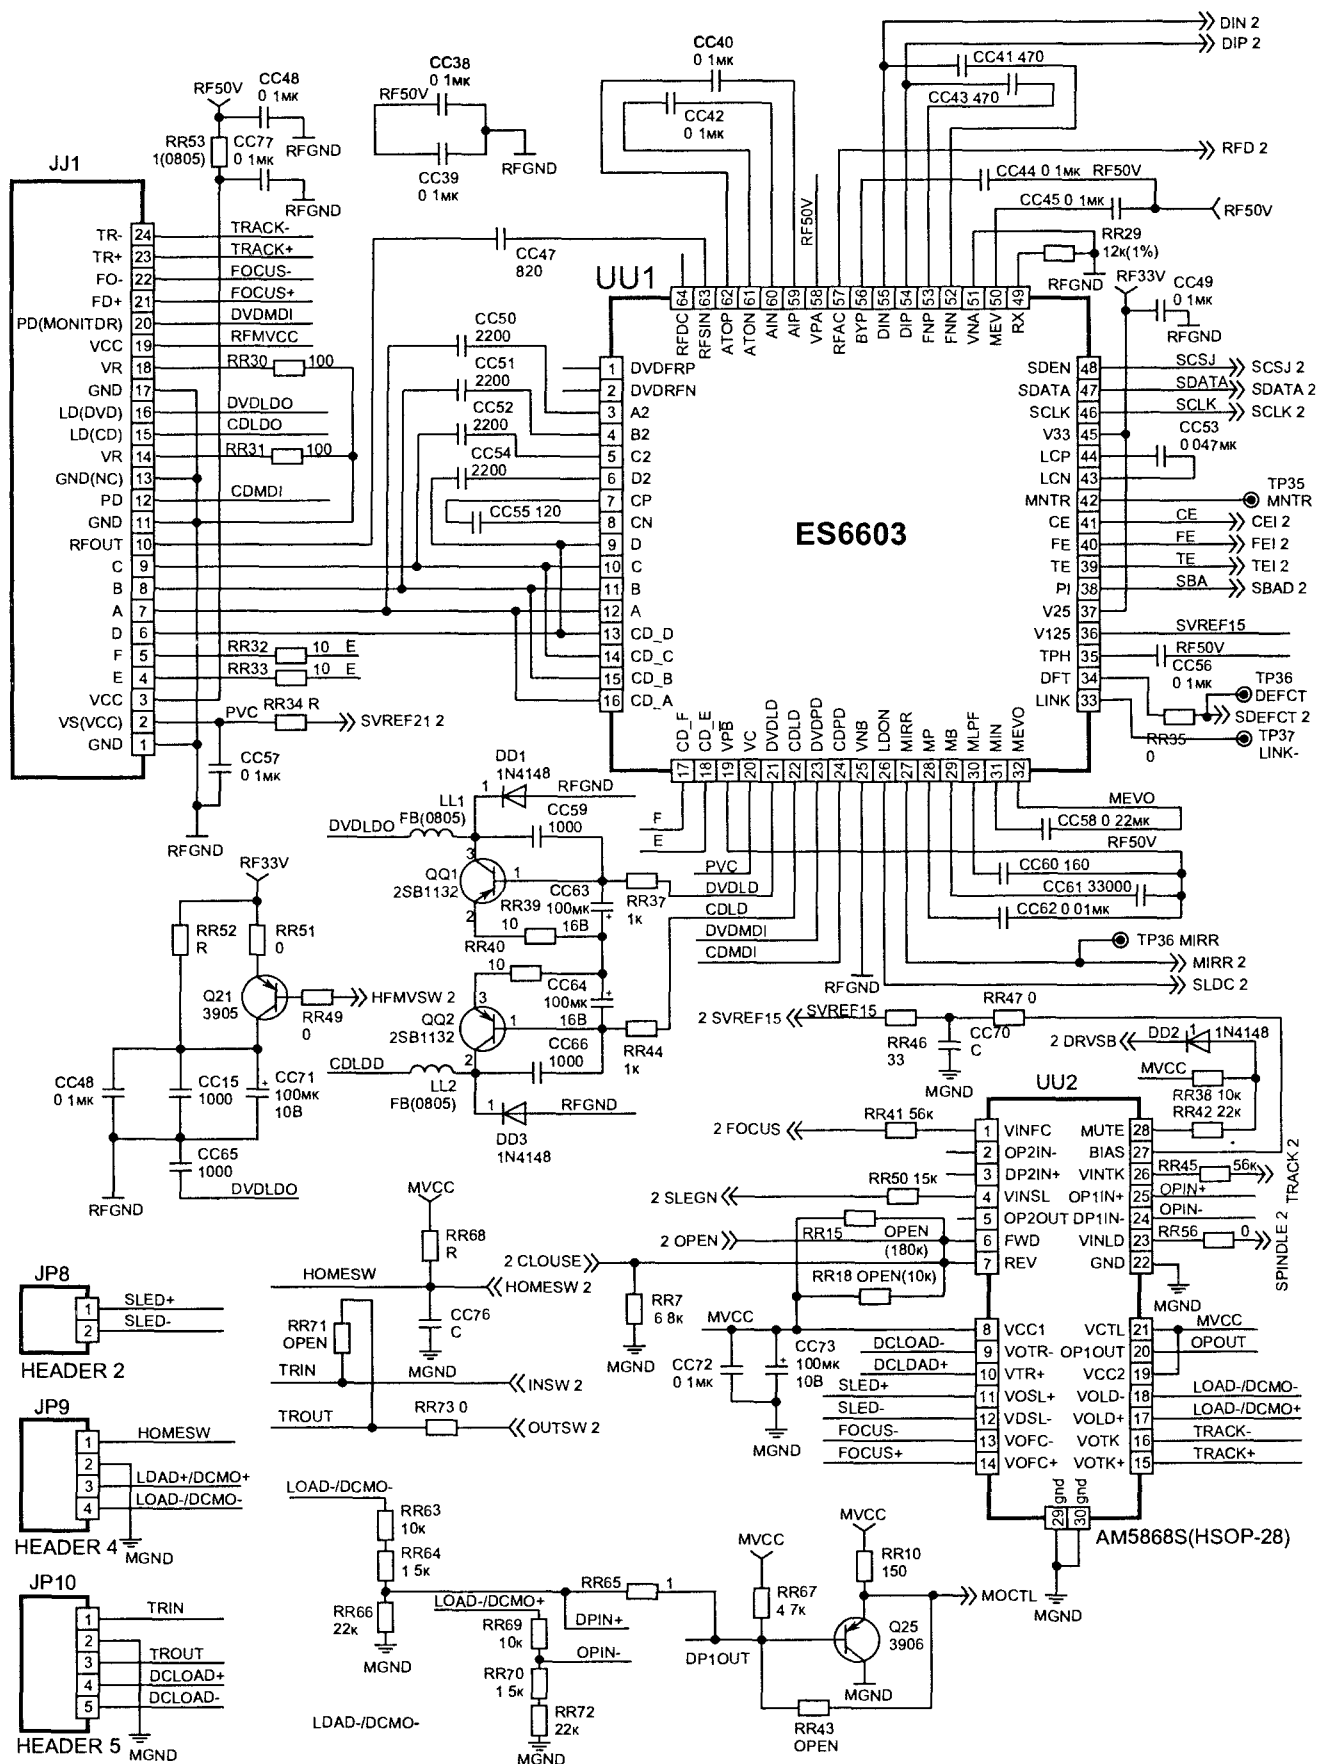

Рис. 3.5. ВЧ усилитель. Драйвер привода DVD, оптического преобразователя и катушек фокусировки и трекинга
Шесть фотоприемников расположенных в корпусе оптического преобразователя, принимают, отраженное от поверхности диска излучение лазерного диода. Напряжения, выделенные фотоприемниками A, B, C, D поступают на вход усилителя ВЧ — выв. 9—12 микросхемы UU1 (ES6603) при работе лазера DVD или на выв. 13—16 UU1 при работе лазера CD (рис. 3.5). Сигналы, поступающие на выв. 3—6 UU1, используются для формирования сигналов ошибки трекинга и фокусировки.
- вырабатывает управляющий сигнал DRVSB (выв. 191) для приостановки работы сервоприводов в режиме «ПАУЗА», он поступает на выв. 28 UU2 (рис. 3.5);
Управление двигателями привода DVD оптического преобразователя, а также катушками фокусировки и трекинга осуществляется с помощью 5-канальной микросхемы UU2 AM5868S (рис. 3.5). Два ее канала используются для управления шпиндельным и следящим двигателями, еще два — катушками фокусировки и трекинга и один канал — загрузочным двигателем.
лой), отсоединяют питающий и сигнальный кабели. От внешнего источника постоянного напряжения на контакты двигателя загрузки LOAD (рис. 3.2) подают напряжение 5...6 В. При этом лоток будет самостоятельно выдвигаться или вдвигаться при смене полярности источника. Убедившись в исправности двигателя загрузки, проверяют состояние концевого выключателя при открытом и закрытом лотке. Лоток перемещают вручную, вращая шестерню привода загрузки. В крайних положениях контакты 1—2, 2—3 разъема J10 должны быть замкнуты. Если двигатель загрузки исправен, проверяют работу драйвера UU2 (рис. 3.5): наличие напряжения питания +5 В на выв. 8, 19, 21 UU2, поступление команд «Open» и «Close» от контроллера DVD U1 (выв. 169, 184) — соответственно на выв. 6, 7 UU2. Если команды поступают и двигатель исправен, заменяют микросхему UU2.
В первую очередь необходимо заменить диск на заведомо исправный. Если проблема осталась, проверяют исправность шпиндельного двигателя. Снимают привод и проверяют легкость вращения двигателя, подавая на него постоянное напряжение 4,5...5 В от внешнего источника. Проверяют цепи соединения двигателя с драйвером UU2 (контакты 3, 4 разъема JP9 и выв. 17, 18 UU2, рис. 3.5) и стабильность постоянного напряжения на этих выводах.
Если этого не происходит, зачищают его контакты. Проверяют наличие сигнала МОСТL (на выв. 177 контроллера U1), и, если его нет, проверяют узел его формирования — элементы Q25, UU2 (рис. 3.5).
2. Неисправность проявляется сразу после начала воспроизведения. Устанавливают качественный DVD-диск. Затем проверяют уровень и стабильность напряжения питания следующего двигателя (контакты 1, 2 JP8, рис. 3.5). На контактах 1 JP8 должно быть около 4 В, а на контакте 2 — 0,1 В (при движении каретки к внешнему краю). Если разница между этими напряжениями невелика или она постоянно меняется, то проверяют заменой микросхему UU2.
Проверяют соединение плоского кабеля на разъеме JJ1 (рис. 3.5). Если лазер не светится и кабель исправен, то проверяют наличие напряжения 5 В на лазерном диоде. Чтобы косвенно определить исправность лазерного диода, проверяют наличие пульсирующих напряжений на контактах 4—9 JJ1 (A, B, C, D, E, F). Если их нет, заменяют диод. Если же при этом отсутствует напряжение 1 В на монитор-диоде в контрольной точке TR35, то проверяют микросхему UU1.